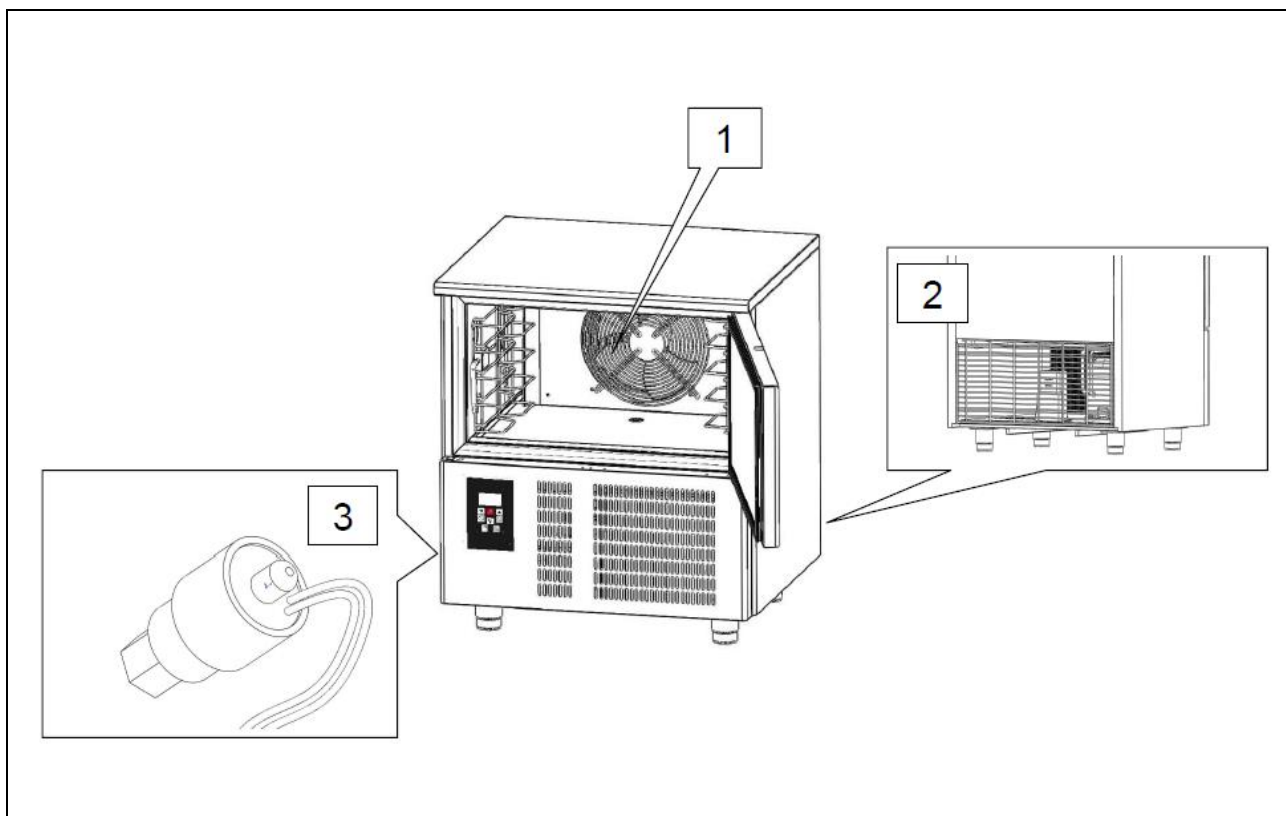

Fig. 5
- Grillages recouvrant les hélices d'aération (réf. 1 fig. 5);
- Grillages recouvrant l'unité de condensation (réf. 2 fig. 5).
- Capteur (réf. 3 fig. 5) monté sur le circuit frigorifique qui mettra la machine en stand-by si les températures de l'installation sont anormalement élevées.